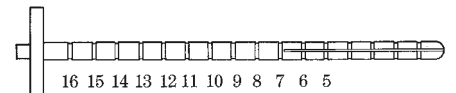

Figura 4-8. Introduttore di Furlow
1. Utilizzare l'introduttore di Furlow (**Figura 4-8**) e un ago Keith (disponibile nel kit di accessori AMS 700), per agevolare l'introduzione dei cilindri nei corpi cavernosi.